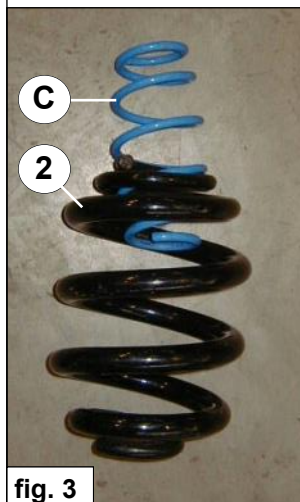

fig. 3
4. Draai de hulpveer C vanaf de bovenzijde geheel in de hoofdveer. Zie fig. 3.
4. Turn the auxiliary spring C from the top all the way into the main spring. See fig. 3.
4. Ziehen Sie die Hilfsfeder C von die Obenseite ganz in die Hauptfeder. Siehe Fig. 3.
4. Enfoncez entièrement le ressort auxiliaire C à partir du haut dans le ressort principal. Voir fig. 3.